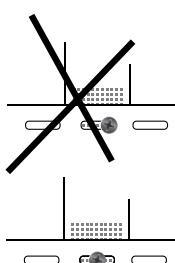

рис. 4
6. Для крепления панелей используйте оцинкованные саморезы, что позволит избежать появления ржавых подтеков на панелях. Саморезы должны входить в крепежную основу строго перпендикулярно, ни в коем случае под углом, и строго по центру отверстий, предусмотренных в планках и панелях, это обеспечит возможное линейное расширение (рис. 4).